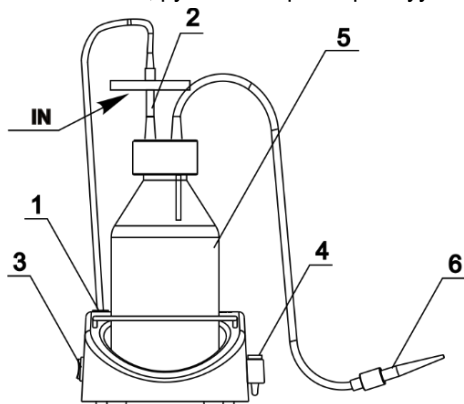
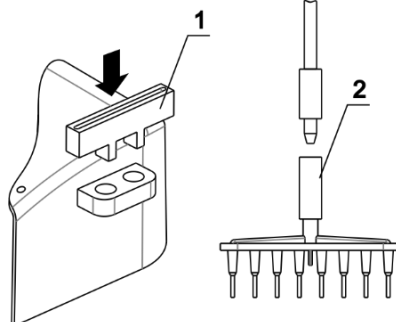

Рисунок 1. Собранный FTA-1
Рисунок 2. Установка адаптера MA-8
- Установите сосуд-ловушку (рис. 1/5) на прибор.
- Соберите крышку, трубки и фильтр (рис. 1/2). Присоедините аспирационный наконечник (рис. 1/6) к трубке.
Внимание! Установите фильтр так, чтобы маркировка **IN** была развёрнута к прибору (рис. 1/2).
- Соедините трубкой фильтр и насос (рис. 1/1) на аерзней стороне прибора, поворачивая фитинг по часовой стрелке.
- Поместите микропробирки для наконечника в держатель (рис. 1/4).
4.3.1. **Установка опционального наконечника МА-8.** Извлеките аспирационный наконечник и микропробирки из держателя (рис. 1/4) и поместите внутрь (рис. 2/1) держатель для МА-8 (рис. 2/1). Отсоедините аспирационный наконечник (рис. 1/6) от трубки и подсоедините наконечник **МА-8** (рис. 2/2). Храните аспирационный наконечник в новом держателе.
- 5.2. Установите выключатель **Power** (рис. 1/3 или 7/2), в положение **I** (включено). Насос начинает работу.
- 5.4. Для аспирации жидкости, прикоснитесь наконечником (рис. 1/6, 5/1 или **MA-8**) к поверхности жидкости.